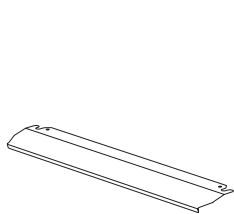

Figure 29
1. Un panneau de sécurité est conçu pour protéger le panneau de commande et les boutons lorsque le four est en mode grill. (figure 29)